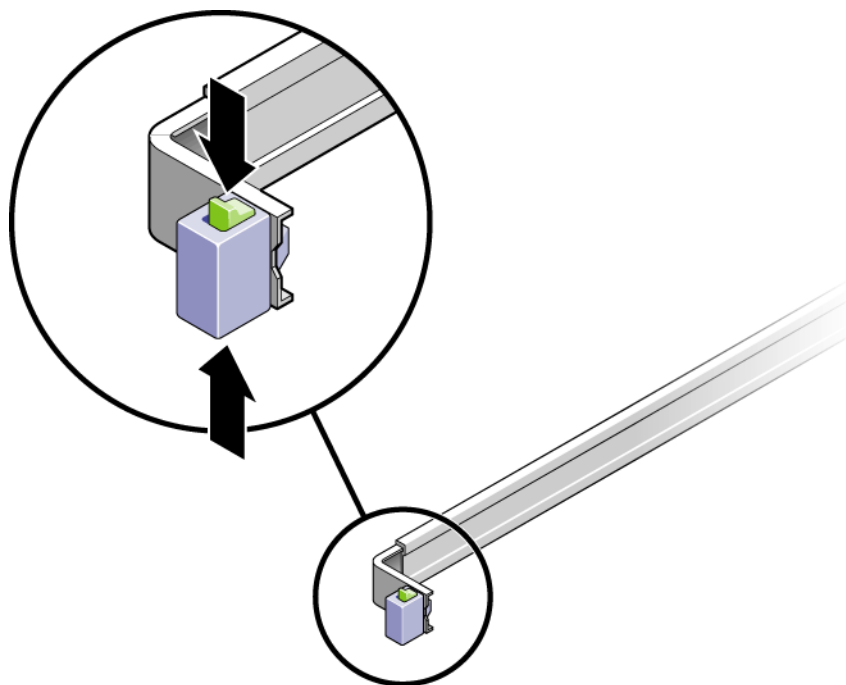

FIGURE 2-23 Débloquage de l'assemblage de rails coulissants
2. Débloquez les boutons de verrouillage du coulissement (FIGURE 2-23) aux extrémités droite et gauche du châssis de l'appareil, et faites sortir lentement l'appareil du rack jusqu'à ce que les rails coulissants arrivent en fin de course.